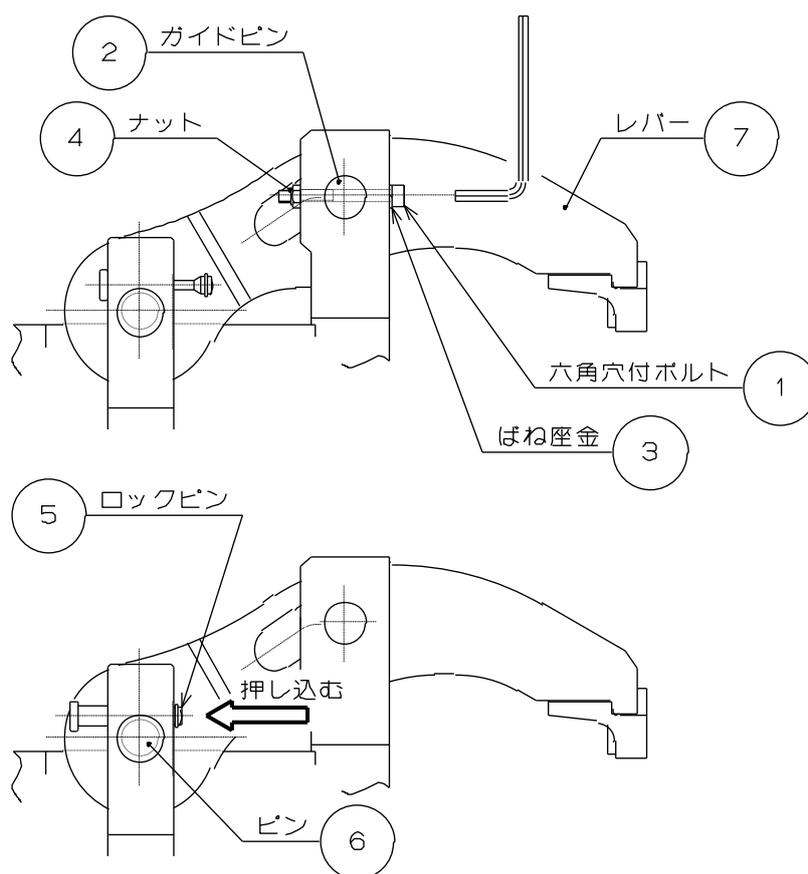

図 6
- ① 【1】六角穴付ボルトを取り外します。この際、【3】ばね座金、【4】ナットを無くさないよう注意してください。
- ② 【2】ガイドピンを引き抜きます。
- ③ 【5】六角穴付ボルトを緩め、【6】プレートを図 6 のようにスライドさせます。
- ④ 【7】ピンを引き抜いて、【8】レバーを取り外します。